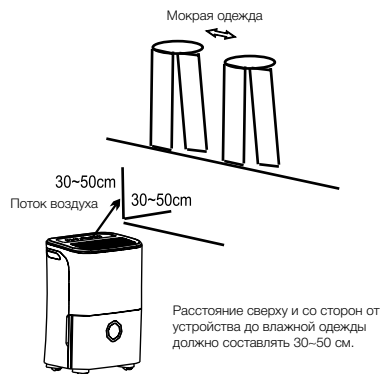

Рис. 5
- Обязательно направьте поток воздуха на мокрую одежду (См. Рис. 5).